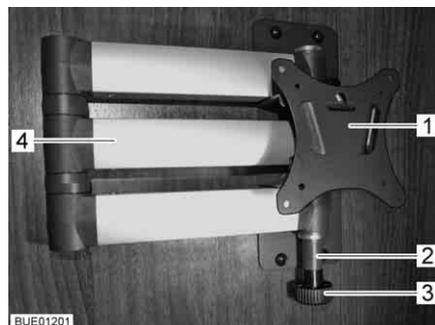

Fig. 89 Soporte con brazo articulado
- Tirar del botón de desbloqueo (Fig. 89,3). El brazo articulado (Fig. 89,4) estará desbloqueado.
- Girar la pantalla plana de regreso a la posición inicial hasta que el soporte (Fig. 89,1) engatille en el bloqueo (Fig. 89,2).